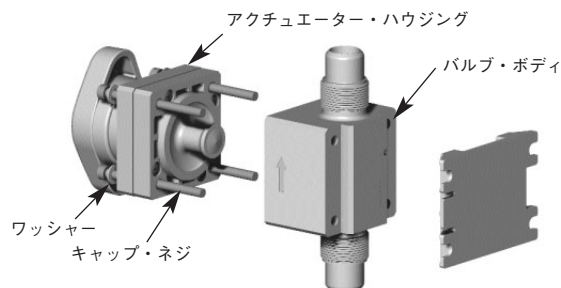

図6
4. 図6のようにバルブ・ボディからアクチュエーター・ハウジングを分離し、ダイヤフラムを露出させます。